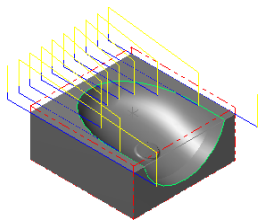
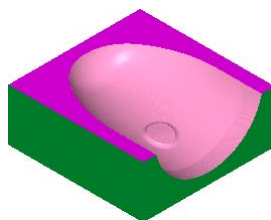

图 13.22 刀具路径
图 13.23 仿真结果
(1) 设置曲面参数。在“曲面精加工平行铣削”对话框中单击 **曲面参数** 选项卡，在 **加工面预留量** 文本框输入值 0.0。
(2) 设置精加工平行铣削参数。在“曲面精加工平行铣削”对话框中单击 **精加工平行铣削参数** 选项卡；然后在 **大切削间距(M)** 文本框中输入值 10.0；在 **切削方式** 下拉列表中选择 **单向** 选项；在 **加工方式角度** 文本框中输入值 0.0。
(3) 单击 **间隙设置(G)...** 按钮，在系统弹出的“刀具路径的间隙设置”对话框的 **切线的长度** 文本框中输入值 20.0。单击 按钮，系统返回至“曲面精加工平行铣削”对话框。
Step7. 单击“曲面精加工平行铣削”对话框中的 按钮，同时在图形区生成图 13.22 所示的刀具路径。
(1) 在 **刀具路径管理器** 选项卡中单击 按钮，然后单击 按钮，系统弹出“Mastercam Simulator”对话框。
(2) 在“Mastercam Simulator”对话框中单击 按钮，系统将开始进行实体切削仿真，结果如图 13.23 所示。单击 按钮关闭“Mastercam Simulator”对话框。